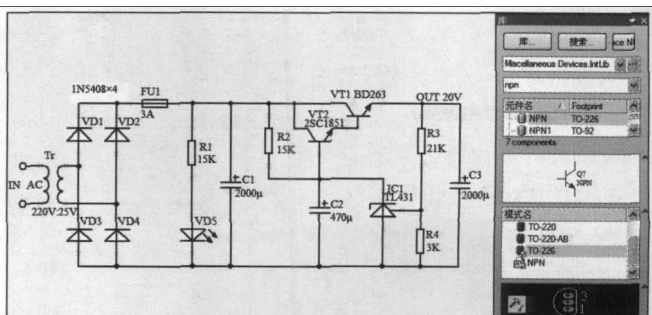

图6
(6) 放置元件时可以借助快捷键来改变视图：Page Up键以鼠标指针为中心放大视图，Page Down键缩小视图，Home键将视图移动到以鼠标指针为中心的区域显示。元件在工作区上合理的布局后就可以利用画线工具栏上的按钮或放置菜单中的命令对电路进行导线连接操作。需要注意的是连线时导线与导线或导线与元件的管脚间刚好接触不能重叠。图6是20V串联稳压电源原理图。